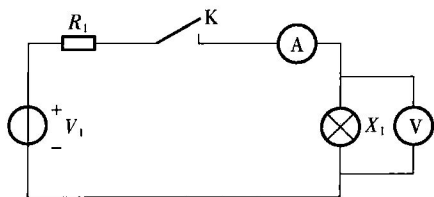
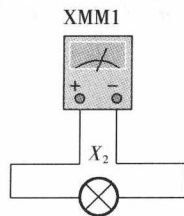

图 1.7 手电筒测试电路
图 1.8 灯泡电阻测量电路
测试电路:如图 1.7 和图 1.8,电源为两节干电池, R_1 为 50Ω , XMM1 为万用电表。
(1)按照图 1.7 连接好测试电路图。
(3)取出灯泡, 将它连接成图 1.8 电路形式, 用万用表测量灯泡两端的电阻, 阻值 $R =$ _____